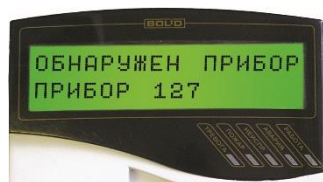

Рисунок 17
5.4.6 В течение 1 мин после включения питания пульт должен показать сообщение об обнаружении устройства с сетевым адресом, соответствующим текущему адресу блока (заводской адрес блока – 127). На рис. 17 представлен индикатор пульта «С2000М» с соответствующим сообщением.